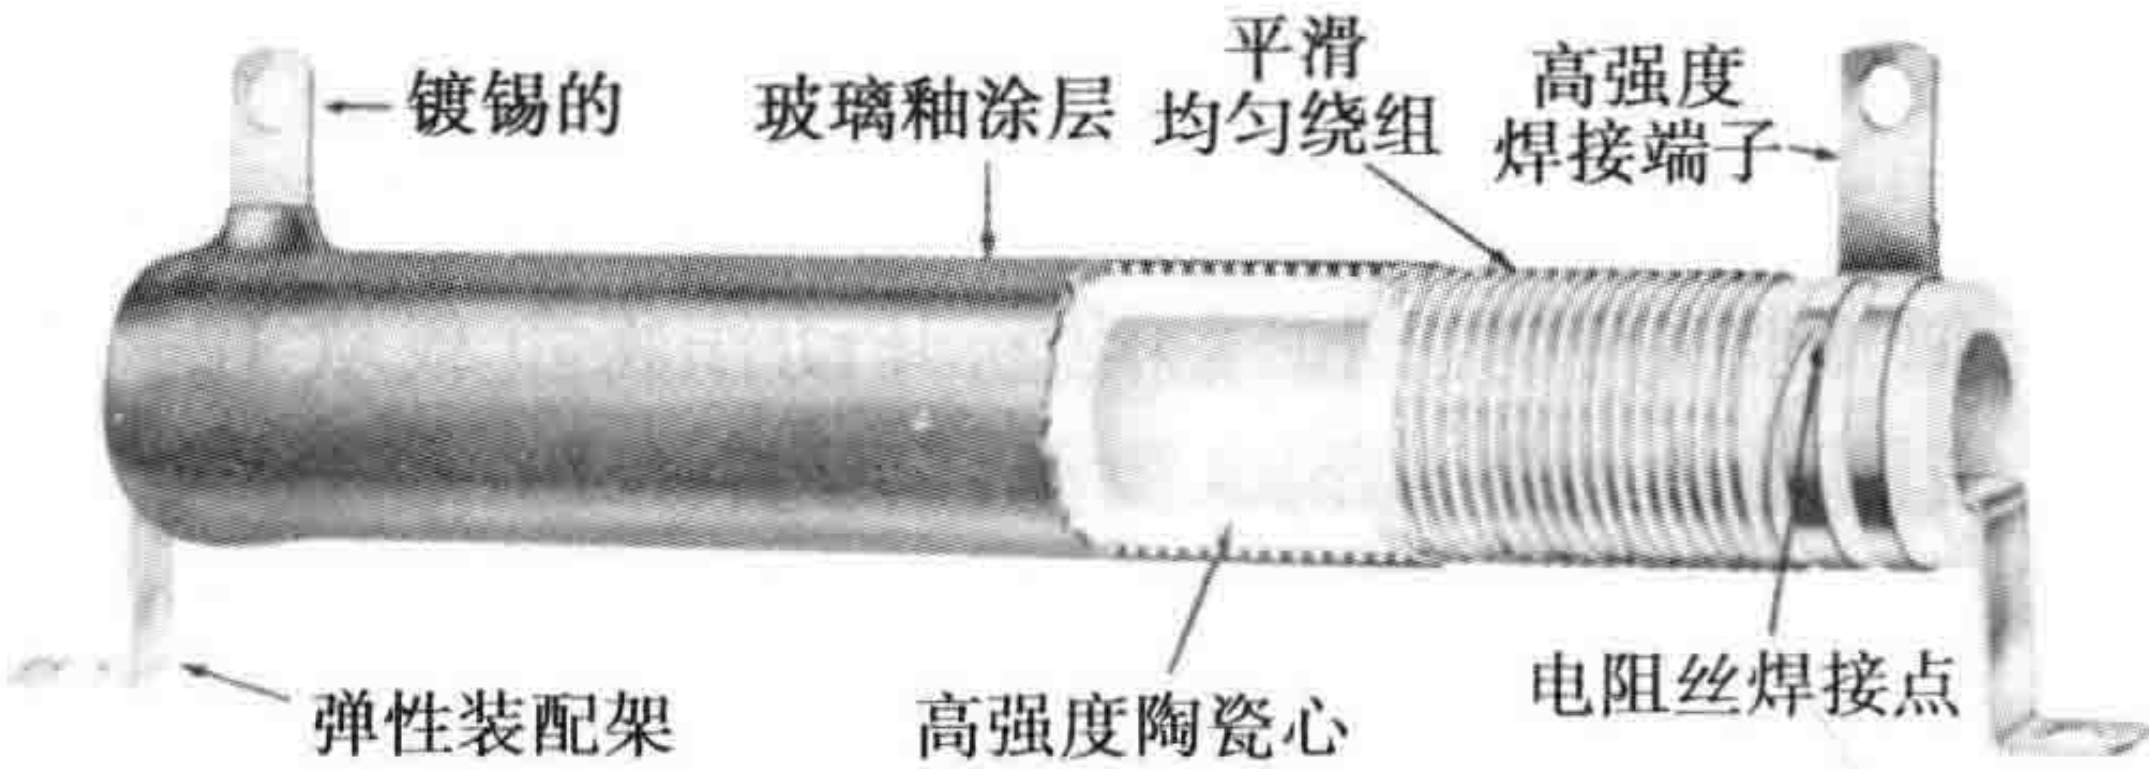

图 I-42 绕线电阻
- **绕线电阻** 这类电阻能提供足够的电流阻碍，其功耗为 5W 或更大。它们是由电阻丝制成的（见图 I-42）。可变绕线电阻还可以用在电压需要多次变化的电路中（见图 I-43）。一些可变电阻不仅可以改变阻值，还可以调节成特定的阻值（见图 I-44）。